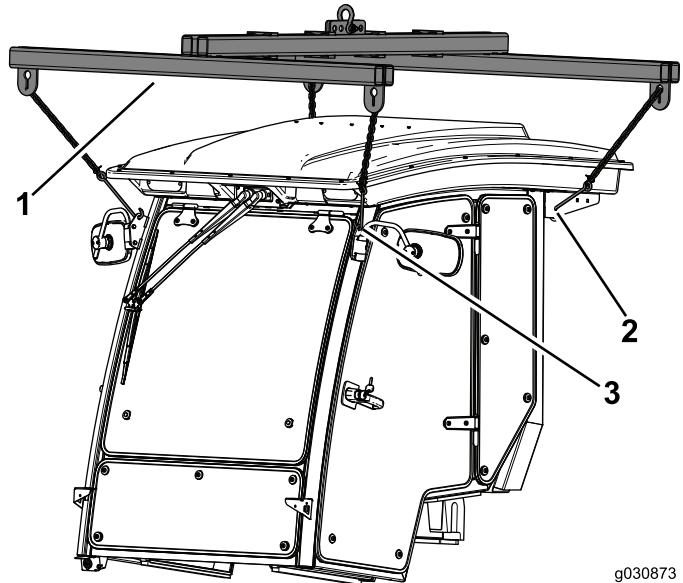

Figura 26
2. Utilice los cuatro puntos de elevación para sujetar la cabina por encima de la máquina (Figura 26).